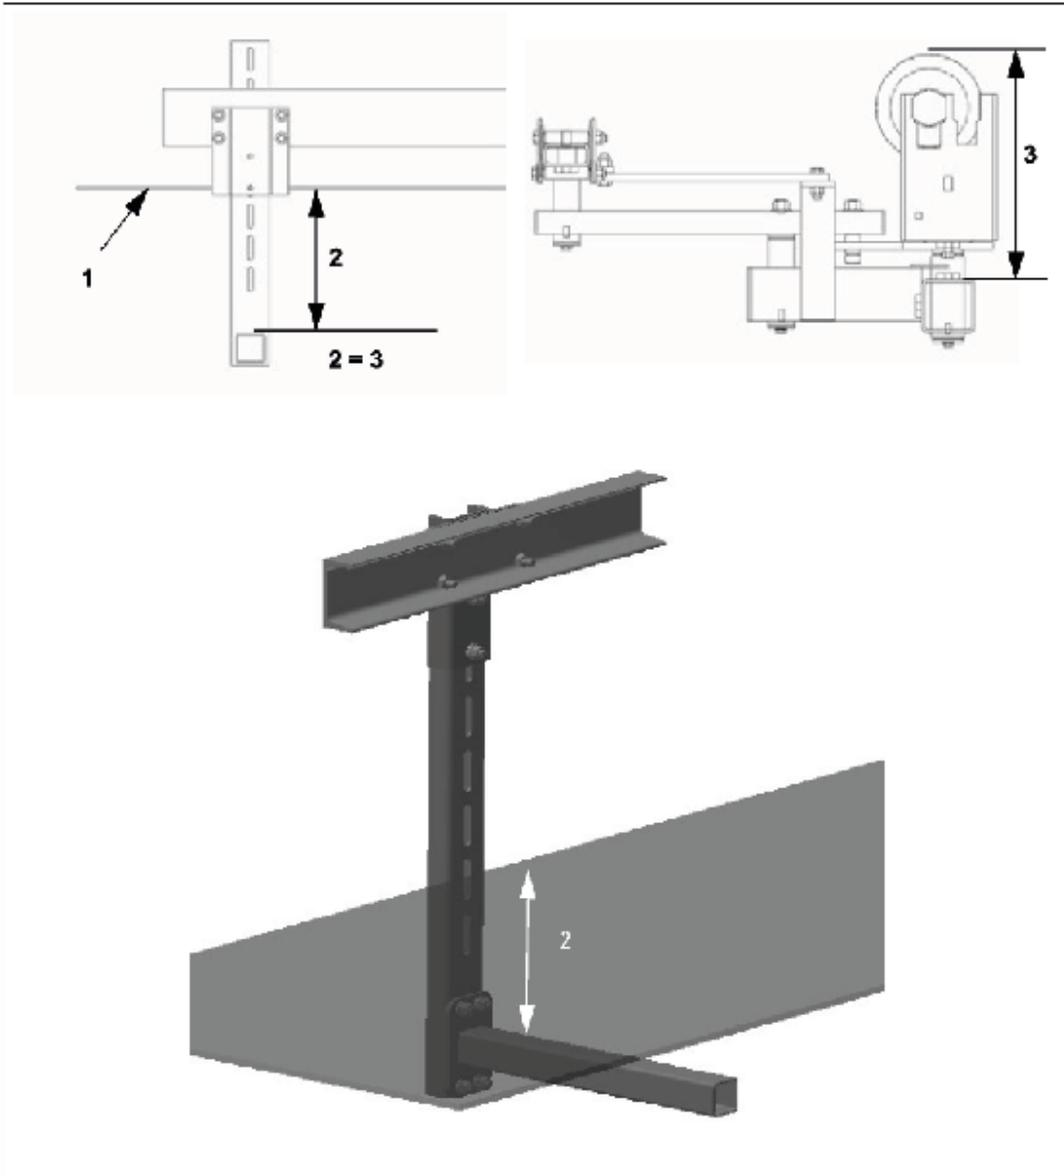

Fig. 6: Colocación del marco de instalación
7. Coloque el marco de instalación en el lado opuesto (Fig. 6).
La distancia (2, Fig. 6) entre el borde superior del marco de suspensión y el borde inferior de la banda transportadora (1, Fig. 6) debe coincidir con la distancia (3, Fig. 6) entre el borde superior del marco de soporte y el pico superior del rodillo de retorno.